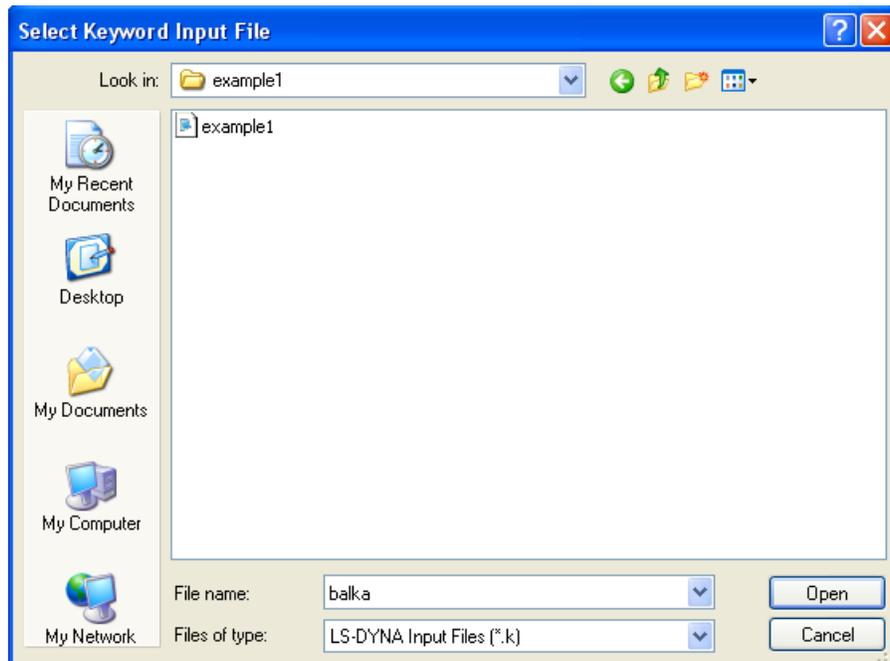
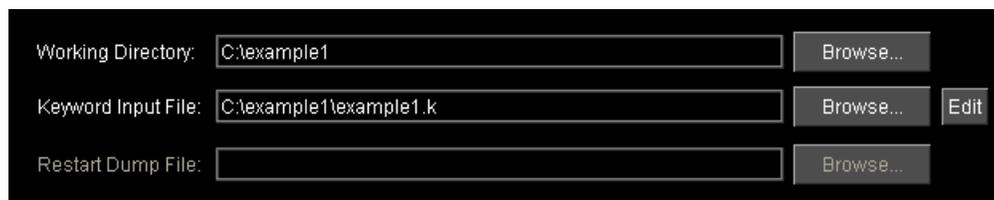

Рисунок 39. Окно *Select Keyword Input File*
Рисунок 40. Результат выбора *Working Directory* и *Keyword Input File*
- Укажите имя исполняемого *k*-файла в поле *Keyword Input File*. Для этого следует нажать кнопку *Browse...* и далее с помощью окна *Select Keyword Input File* (Рисунок 39) выбрать необходимый файл. Нажать кнопку *Open* (Рисунок 40).